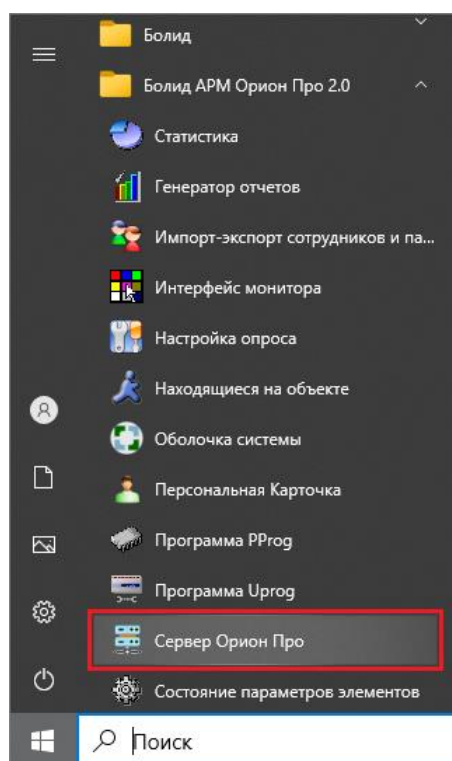

Рисунок 3-2 Запуск ЦСО из меню "Пуск" в ОС Windows
- в ОС Windows – из списка группы ярлыков «Болид АРМ Орион Про 2.0.1» (см. Рисунок 3-2);